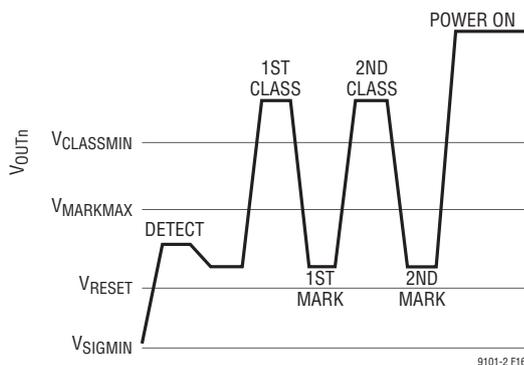

図16. タイプ2のPSE(2イベント・クラス・シーケンス)
25.5Wを要求するタイプ2 PDは、すべてのクラス・イベント時にクラス・シグネチャ4を示します。供給可能電力が25.5Wのタイプ2 PSEは、図16に示すように、最初のクラス・イベント時にクラス・シグネチャ4を認識すると、PDにV_{MARK}(代表値9V)を供給し、少し間を置いてから2番目のクラス・イベントを発行します。2番目のクラス・イベントは、PSEが25.5Wを割り当てたことをPDに知らせます。